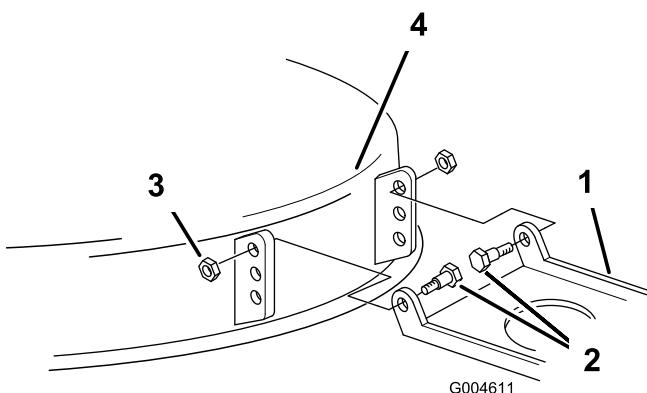

Bild 49
Mähwerkbefestigungshalterung am Mähwerk (Bild 49).
19. Entfernen Sie die Ansatzschrauben und Sicherungsmuttern vom Mähwerk (Bild 49).
20. Verlegen Sie das Mähwerksgelenk ein Loch tiefer und installieren Sie die Ansatzschrauben und Sicherungsmuttern (Bild 49).